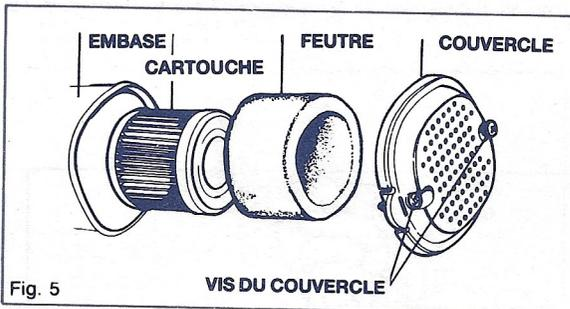

Fig. 5
Votre moteur TECUMSEH est équipé d'un FILTRE A AIR "DUAL" en papier, avec préfiltre en FEUTRE (voir fig. 5). ANNUELLEMENT OU TOUTES LES 75 HEURES de fonctionnement du moteur, LE FILTRE A AIR DEVRA ETRE REMPLACE.
1. Dévisser les 2 VIS QUI FIXENT LE COUVERCLE (voir fig. 5).
2. Retirer le COUVERCLE (voir fig. 5).
1. Dévisser complètement les 2 VIS QUI FIXENT LE COUVERCLE (voir fig. 5).